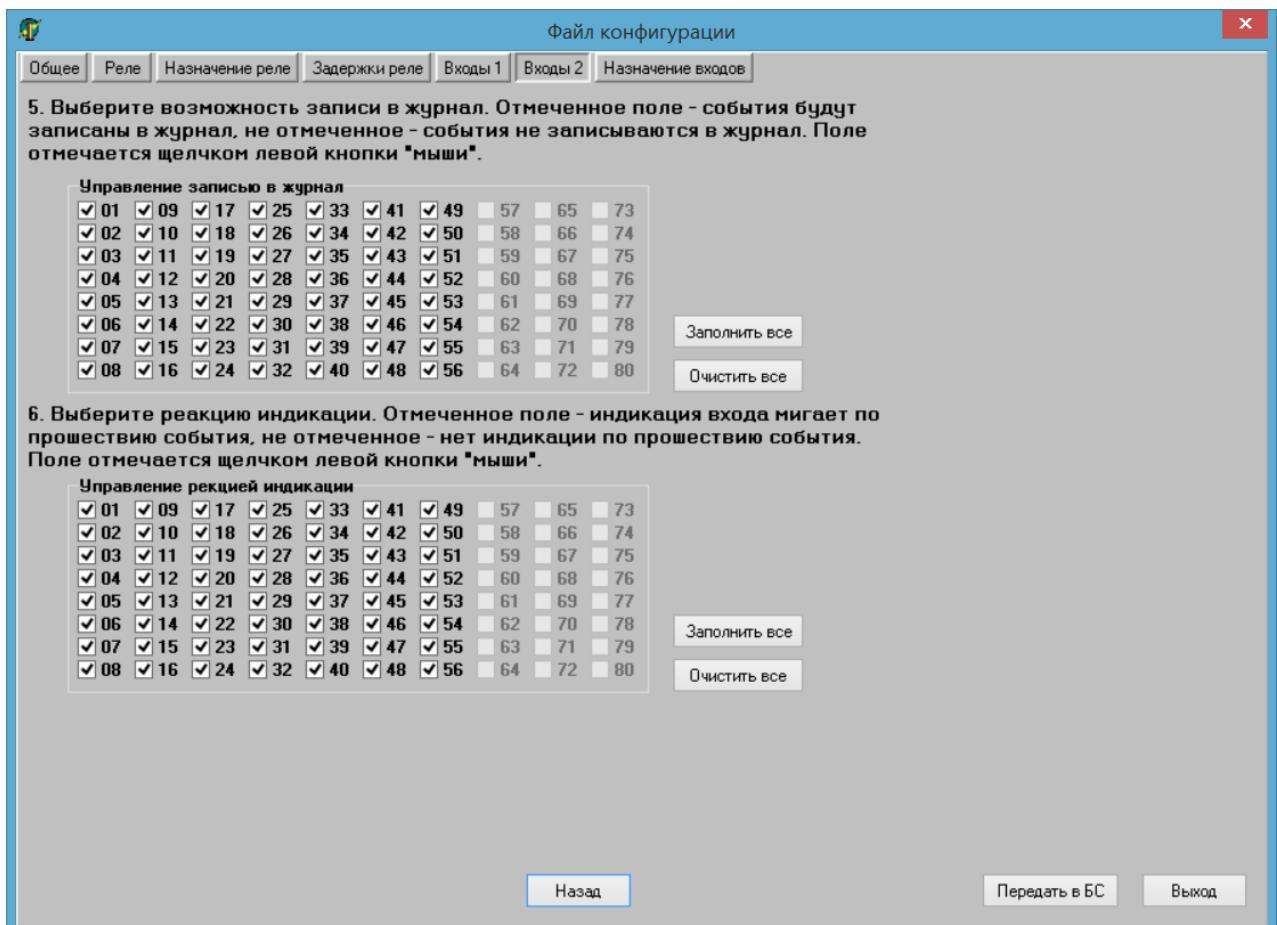

Рисунок 15 – Окно «Входы 2» с возможностью записи в устройство (кнопка «Передать в БС»)
**Поле 6 «Управление реакцией индикации»** предназначено для вывода информации и конфигурирования реакции индикации АРС по окончанию события на его входах. Ячейки соответствуют входам аппарата АРС. Отмеченная «галочкой» ячейка – индикация входа мигает после окончания события, не отмеченная – нет индикации после окончания события (см. рисунок 15).